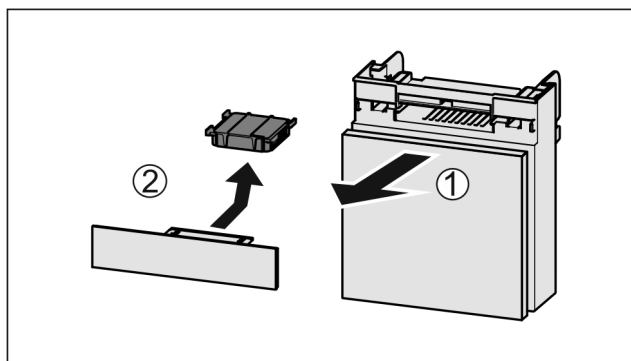

Fig. 115
- ▶ Вытянуть Fig. 115 (1) отделение движением вперед.
- ▶ Извлечение Fig. 115 (2) фильтра с активированным углем.